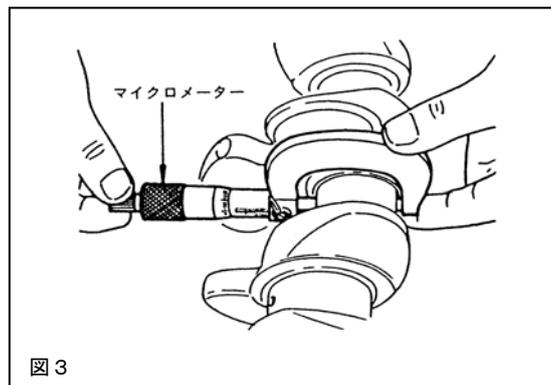
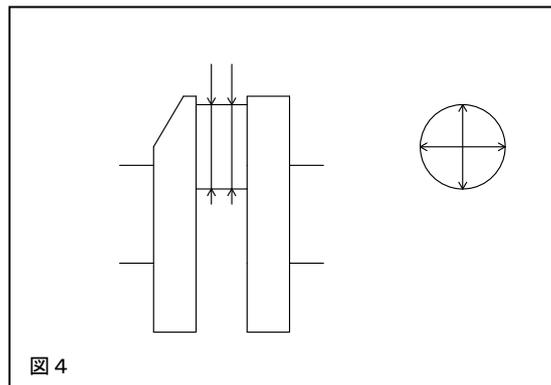

図3
図4
2. 4 図3、図4を参照し、クランクシャフトのピン径をマイクロメータを使用して測定してください。